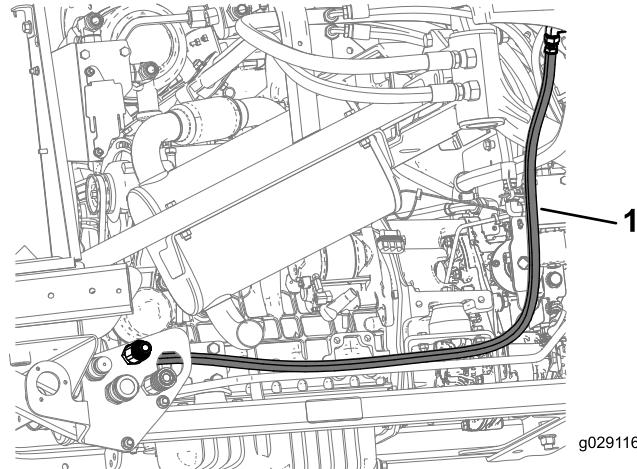

Figura 25
- Instale o tubo hidráulico A da união de 90° (3/8 x 3/8 pol. macho) na união do anteparo (2,57 pol.) na união do acoplador rápido (½ fêmea x ½ pol. macho) no conjunto do anteparo como se mostra na Figura 25.